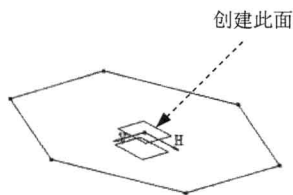

图 2.3 平面 1
Step3. 创建图 2.3 所示的特征——平面 1。单击“线框”工具栏中的 **平面类型** 按钮;在 **平面类型** 下拉列表中选择 **偏移平面** 选项;在 **参考** 文本框中右击,选取 xy 为参考平面,在 **偏移** 文本框中输入值 20,单击 **确定** 按钮,完成平面 1 的创建。